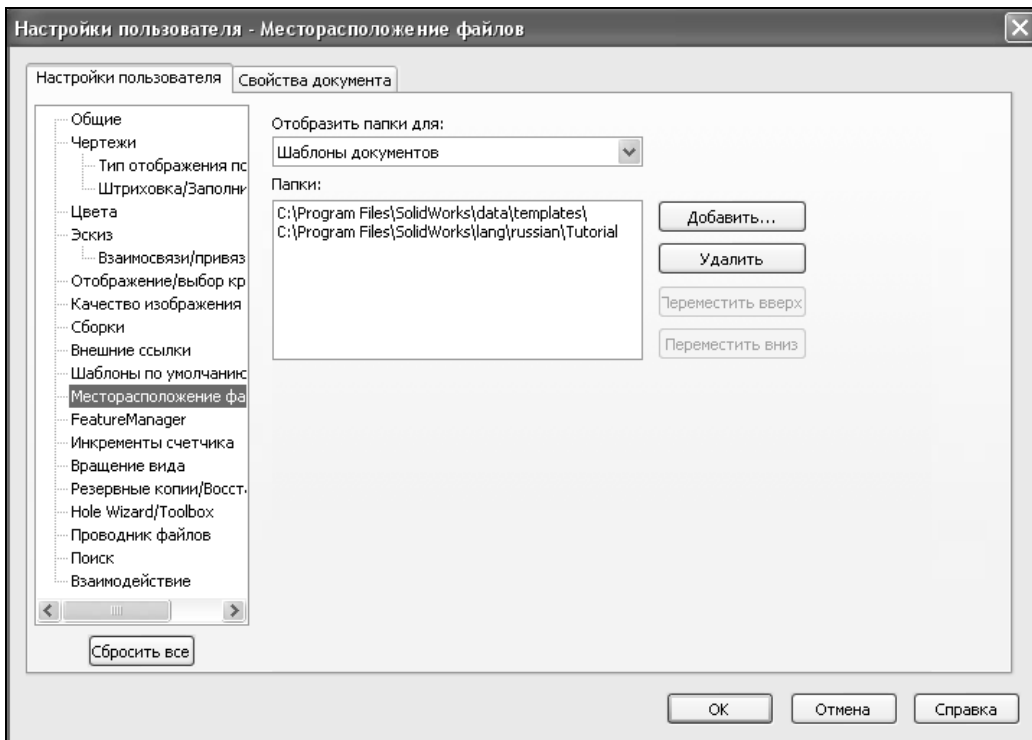

Рис. 1.5
4. В разделе **Отобразить папки для** выберите **Шаблоны документов** (см. рис. 1.5).